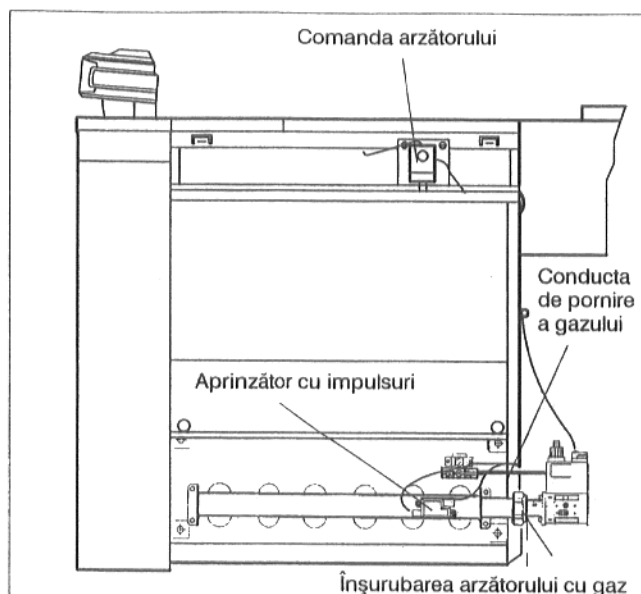

Fig. 13
- Cablul de legătură comanda arzătorului – aprinzătorul cu impulsuri se desface de la aprinzătorul cu impulsuri (Fig. 13).
- Conductele de pornire a gazului se vor desface atât la plăcuța arzătorului cât și la armătură. Se vor scoate cu grijă duza de pornire a gazului și sita de aer și se vor depozita cu grijă (Fig. 13).
- Se va desprinde arzătorul de gaze de înșurubări (Fig. 13).
- Se desface contactul cu fișe al cablului de aprindere de la aprinzătorul cu impulsuri iar acesta din urmă se demontează (Fig. 13).